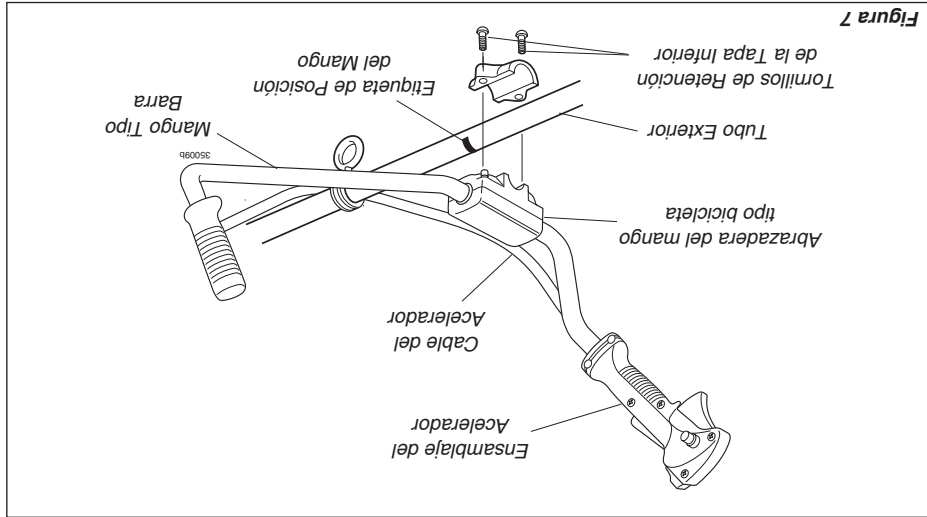

Figura 7
2. Posicione el mango tipo bicicleta en el tubo exterior adelante de las etiquetas de posición del mango como se muestra en la figura 7. Vuelva a ensamblar la tapa inferior de la abrazadera del mango en orden reverso al desamblaje. Consulte la figura 7.